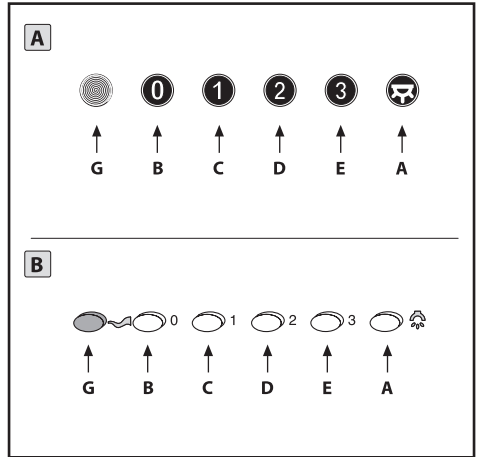

Fig.19
• Betjening-senhed mekaniske (Fig.19.A.B):